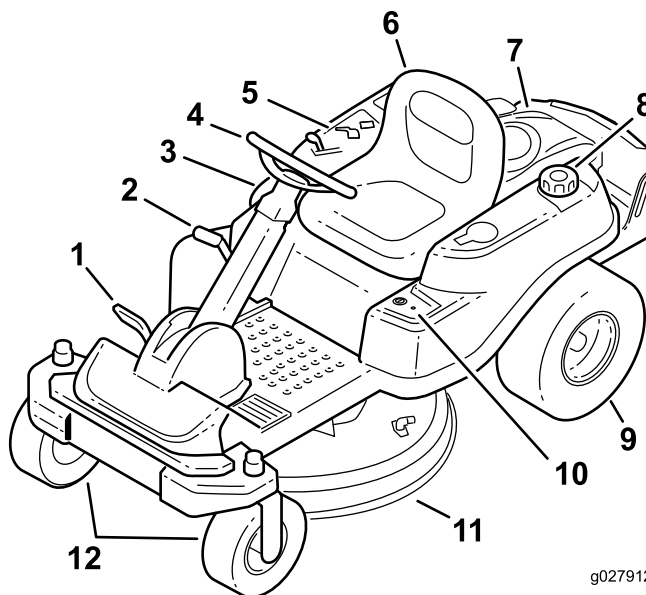
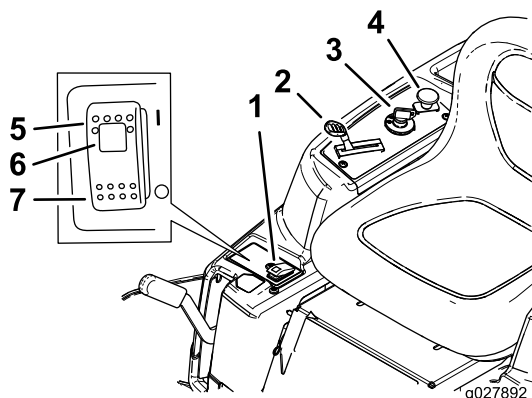

Figura 4
Figura 5
Antes de poner en marcha el motor y trabajar con la máquina, familiarícese con todos los controles en Figura 4 y Figura 5.
desatendida para evitar que alguien arranque el motor accidentalmente (Figura 5).
El acelerador y el estérter están combinados en una sola palanca de control. El acelerador controla la velocidad del motor y tiene un ajuste variable continuo de Lento a Rápido. Accione el estérter moviendo la palanca más allá del ajuste Rápido hasta que haga tope (Figura 5).
El mando de control de las cuchillas (TDF) engrana y desengrana la transmisión de potencia a las cuchillas del cortacésped (Figura 5).
- Al mover el interruptor SmartPark™ a la posición de Conectado (Figura 5).